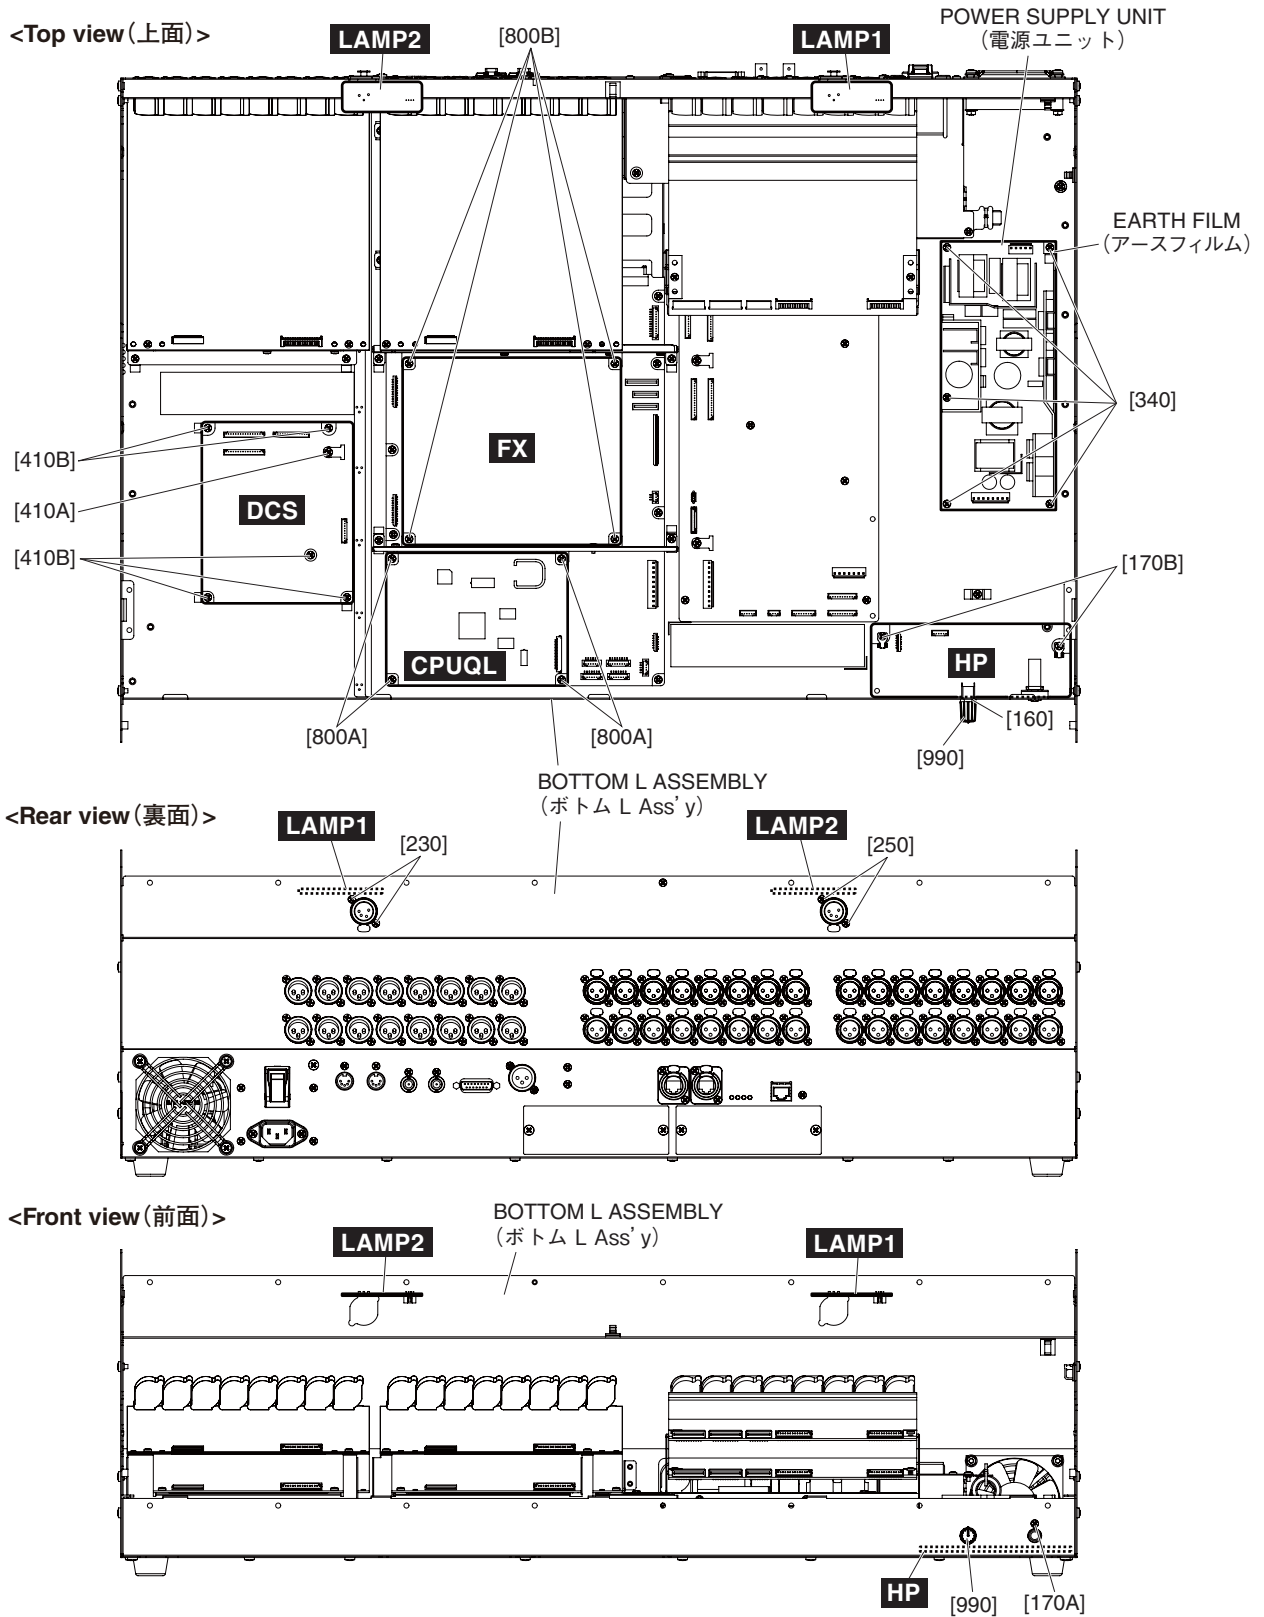

Fig. 5 (図5)
- A-1-3 Remove the four (4) screws marked [800A]. The CPUQL circuit board can then be removed. (Fig. 5)
- A-1-3 [800A] のネジ 4 本を外して、CPUQL シートを外します。(図5)
- A-2-3 Remove the four (4) screws marked [800B]. The FX circuit board can then be removed. (Fig. 5)
- A-3-3 Remove the screw marked [410A] and five (5) screws marked [410B]. The DCS circuit board can then be removed. (Fig. 5)
- * **When installing the DCS circuit board, partially tighten the screw marked [410A] and the screws marked [410B], then fully tighten the screw marked [410A] followed by the screws marked [410B]. (Fig. 5)**
- A-4-3 Remove the knob marked [990]. (Fig. 5)
- A-4-4 Remove the hexagonal nut marked [160], screw marked [170A] and two (2) screws marked [170B]. The HP circuit board can then be removed. (Fig. 5)
- * **When installing the HP circuit board, first tighten the hexagonal nut marked [160] and screw marked [170A] and then tighten the screws marked [170B]. (Fig. 5)**
- A-5-3 Remove the five (5) screws marked [340]. The power supply unit can then be removed. (Fig. 5)
- * **The earth film is not part of the power supply unit. Install a new earth film when replacing the power supply unit. (Fig. 5)**
- A-6-3-1 Remove the two (2) screws marked [230]. The LAMP1 circuit board can then be removed. (Fig. 5)
- A-6-4-1 Remove the two (2) screws marked [250]. The LAMP2 circuit board can then be removed. (Fig. 5)
- A-2-3 [800B] のネジ 4 本を外して、FX シートを外します。(図 5)
- A-3-3 [410A] のネジ 1 本と [410B] のネジ 5 本を外して、DCS シートを外します。(図 5)
- ※ DCS シートを取り付ける際は、[410A] のネジと [410B] のネジで仮締めをした後、[410A] のネジを本締めしてから [410B] のネジを本締めしてください。(図 5)
- A-4-3 [990] のノブ 1 個を外します。(図 5)
- A-4-4 [160] の特殊六角ナット 1 個と [170A] のネジ 1 本と [170B] のネジ 2 本を外して、HP シートを外します。(図 5)
- ※ HP シートを取り付ける際は、[160] の特殊六角ナットと [170A] のネジを締めてから [170B] のネジを締めてください。(図 5)
- A-5-3 [340] のネジ 5 本を外して、電源ユニットを外します。(図 5)
- ※ アースフィルムは、電源ユニットの構成部品ではありません。電源ユニットを交換する際には、新しいアースフィルムを取り付けてください。(図 5)
- A-6-3-1 [230] のネジ 2 本を外して、LAMP1 シートを外します。(図 5)
- A-6-4-1 [250] のネジ 2 本を外して、LAMP2 シートを外します。(図 5)